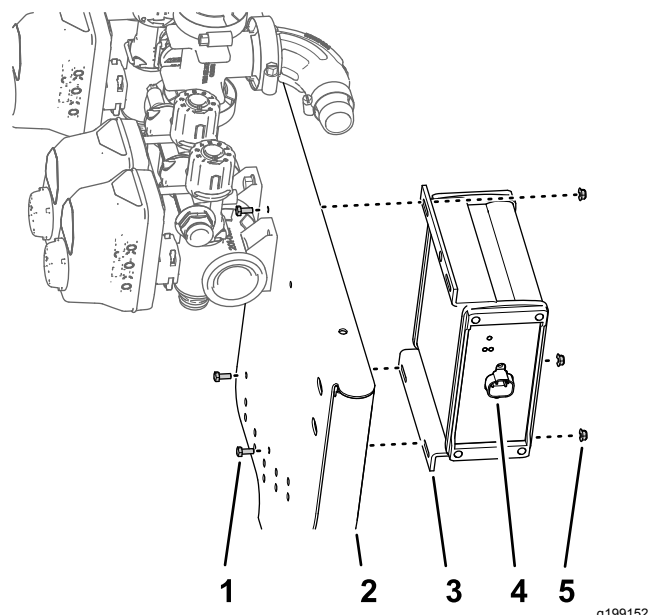

Figure 98
1. Placez le contrôleur de pulvérisateur ASC 10 devant la face avant du support de vannes, le connecteur à 4 broches dirigé vers l'extérieur (Figure 98).
2. Fixez le contrôleur au support de vannes (Figure 98) à l'aide des 3 boulons (3 x 10 mm) et des 3 contre-écrous à embase (4 mm).